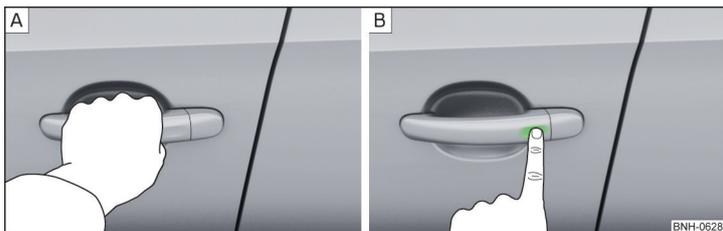

Fig. 45 Desbloquear vehículo / bloquear vehículo
- Agarrar la manivela para **desbloquear** el vehículo » fig. 45 - **A**.
- Tocar el sensor en la manivela con el dedo para **bloquear** el vehículo » fig. 45 - **B**.
- Tocar con el dedo dentro de 5 seg. el sensor en el tirador de la puerta » fig. 45 de la pág. 54 - **B**. La desactivación es confirmada por un sólo parpadeo de las luces intermitentes.